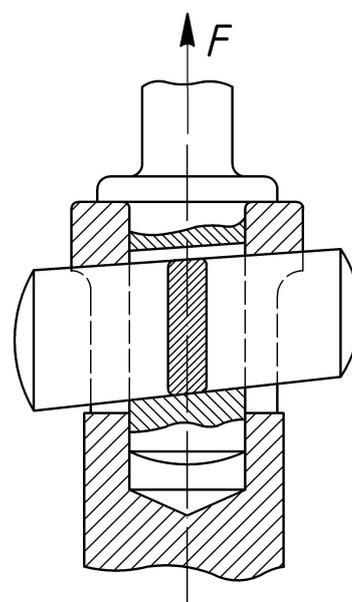

Рис. 5.2. Расчетная схема к задаче № 2
2. Рассчитать клиновое соединение (рис. 5.2). Сила F , действующая на стержень, приведена в табл. 5.2.